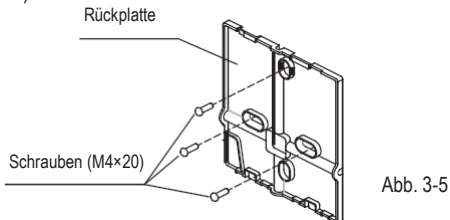

Abb. 3-5
- Bei exponierter Einbauposition befestigen Sie die Rückplatte an der Wand mit den 3 Schrauben (M4x20) und Dübeln. (Abb.3-5)